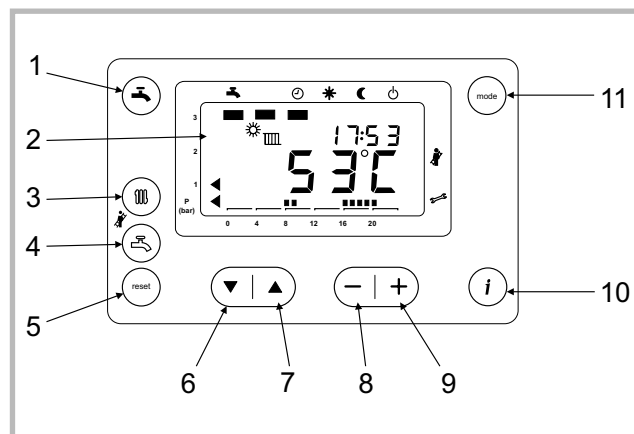

Figure 39 - Tableau de contrôle
Appuyer simultanément sur () et () pendant 6 secondes (repère 3 et 4, fig. 39).
- Appuyer sur la touche () (repère 6, fig. 39)
Il est possible de contrôler les allures intermédiaires en ajustant le % à l'aide des touches (+) et (-) (repère 8 et 9, fig. 39).